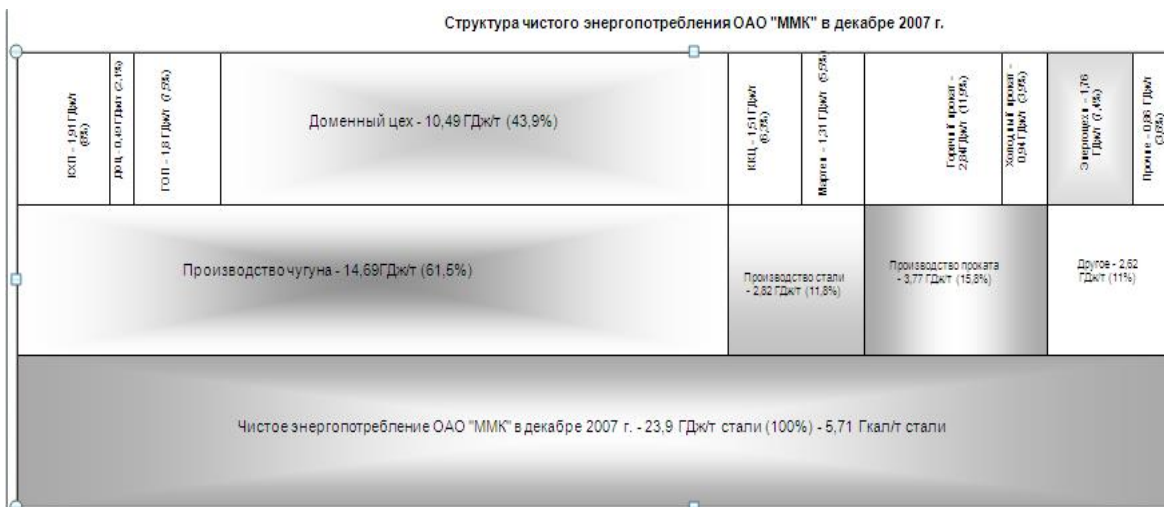

Рис. 1. Структура энергопотребления ОАО «ММК»
1. По приведенному энергобалансу (табл 1, рис.1) определить долю покупных энергоресурсов в общем энергобалансе предприятия.
2. По приведенному энергобалансу (табл. 1, рис.1) определить структуру электропотребления для цехов прокатного производства.
3. По приведенному энергобалансу (табл. 1, рис.1) сравнить основные показатели энергоэффективности для электроэнергии по технологическим производствам.